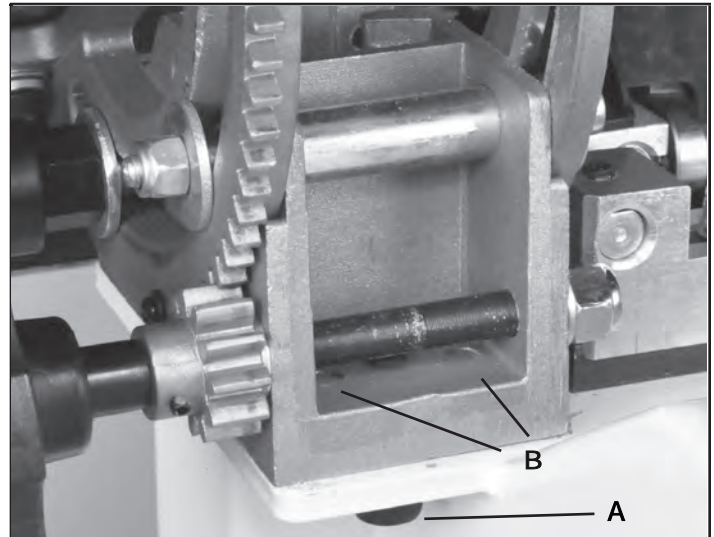

FIGURE 13
1. Sur le support inférieur Tourillon (# 17B), desserrer légèrement les deux boulons à tête hexagonale (# 22B, 25B) qui maintiennent le support au châssis de scie à ruban. Fig. 13, A.
3. A l'aide de la clé hexagonale de 3 mm, tournez les micro-vis hexagonales de réglage du tourillon inférieur (n° 23B) pour ajuster la position de la table. Fig. 13, B.